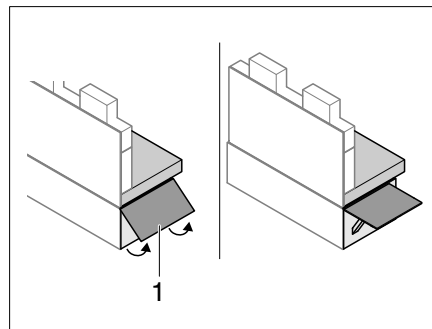

Fig. 147 Déployer la rallonge de banquette
- Rabattre la rallonge de la banquette (Fig. 147,1) vers le haut.
- Insérer la languette de déverrouillage et rabattre la rallonge de banquette (Fig. 147,1).